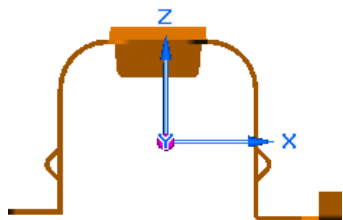

图 6.4.8 定义视图方位
(1) 单击 区域的“视图向导”按钮 ，系统弹出“选择模型”对话框。在 下拉列表中选择目录 D:\sest4.12\work\ch06\ch06.04，然后选择“immobility_bracket_ok.psm”模型，单击 按钮。
(2) 在系统弹出“图纸视图创建向导”对话框中设置图 6.4.7 所示的参数，单击 按钮，然后单击 按钮，采用图 6.4.8 所示的方位，单击 按钮。